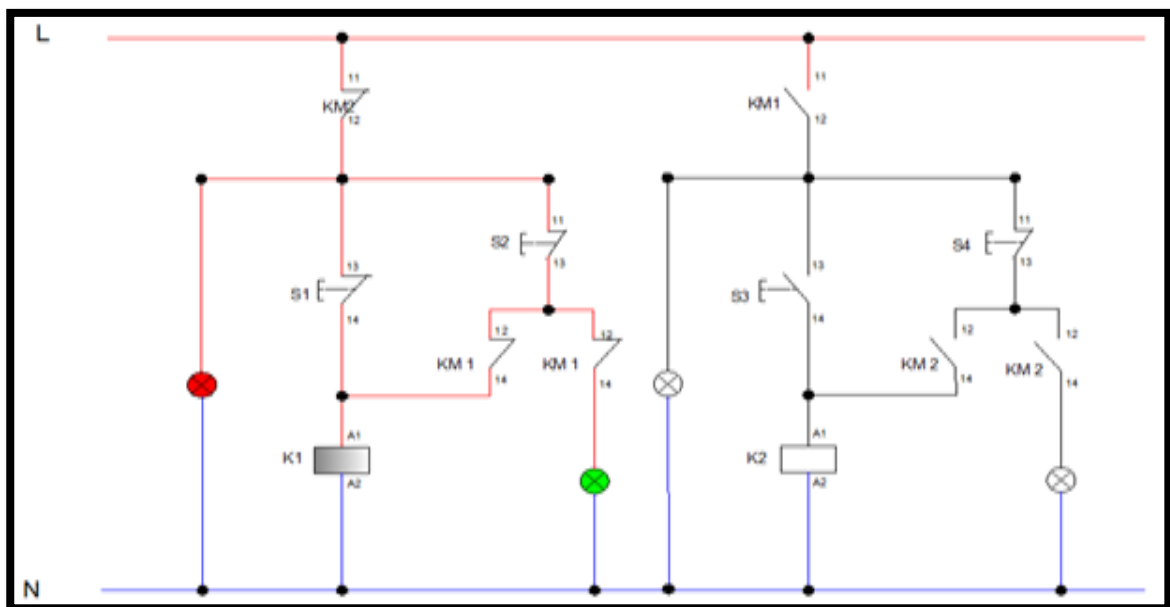

Figura 2. Arranque del motor según las manecillas de reloj.
Al pulsar S1 se energizará la bobina del contactor KM1 donde el contacto abierto (NO) de KM1 se cierra y el contacto auxiliar (NC) de KM1 se abre, se encenderá la luz piloto verde pero se apagará una luz roja. El motor empieza a girar en sentido de las manecillas del reloj y para desconectar el circuito simplemente pulsamos S2 de acuerdo a la figura 2.